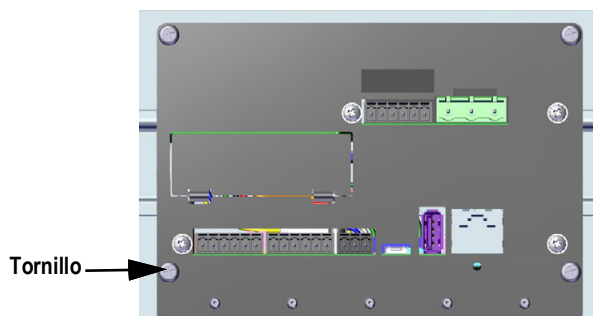

Figura 2-25. Tornillo de placa inferior
1. Retire el tornillo resaltado en la Figura 2-25.